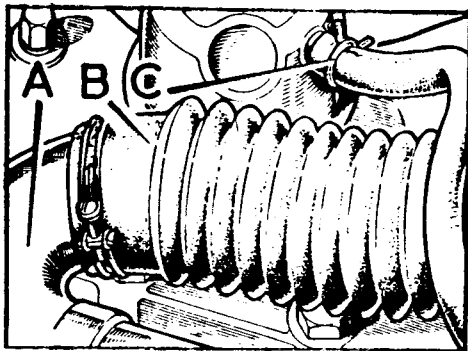

Fig. A1-17 Desmontaje de los manguitos del colector de admisión y ventilación del motor
- 1.2. Desconectar el manguito, B (Fig. A1-17) del filtro de aire y el, C, de ventilación del motor.